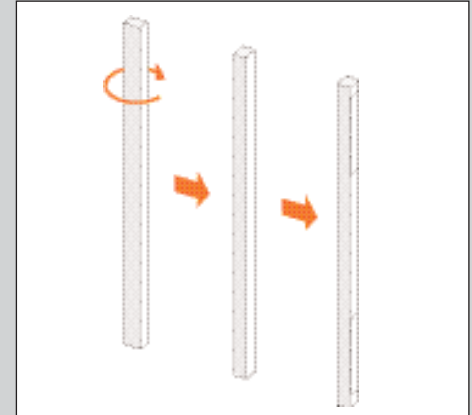

Abb. 17
8. Drehen Sie die Unterlegleiste eine Viertel-drehung und bringen Sie das doppelseitige Klebeband an (siehe Abb. 17).